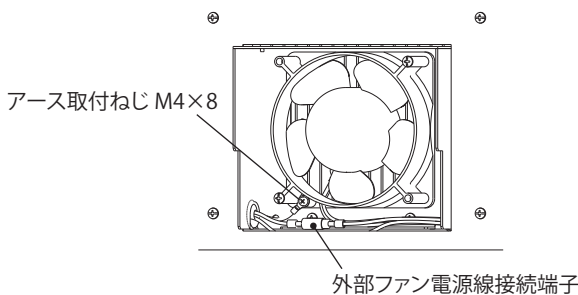

図 8 外部ファン部 (OPHE-10R)
2. 熱交換器ユニット下部の配線を固定している結束バンド、電源線接続端子、およびアース取付ねじ M4×8 を外してください。(図 8)